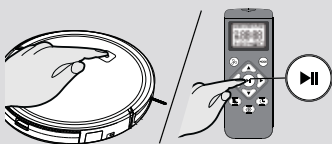

Fig. 10
2. Pulse el botón de encendido/pausa del dispositivo o el botón de inicio/pausa del mando a distancia para iniciar el proceso de limpieza. **[Fig. 10]**